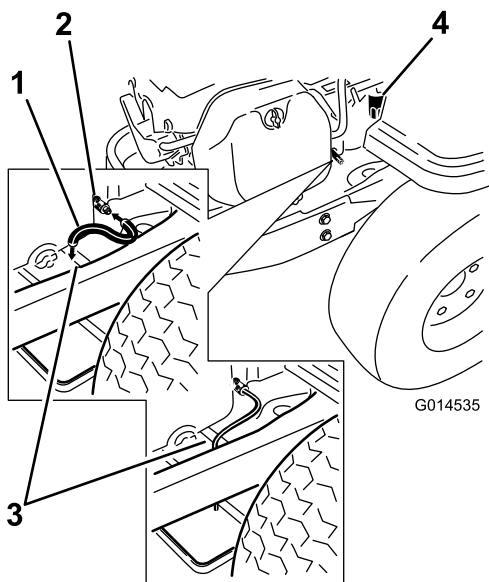

Figure 31
4. Nettoyez la surface autour du robinet de vidange sur le châssis de la machine. Trouvez le flexible de vidange d'huile et branchez-le au robinet de vidange (Figure 31).
- Placez l'autre extrémité du flexible de vidange par-dessus l'extrémité du châssis (Figure 31).